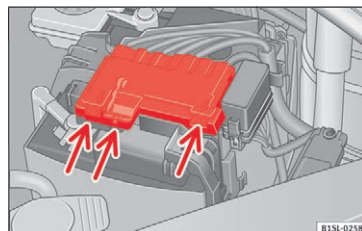

Fig. 172 I motorrummet: Sådan tages afdækningen til bilens batteri af.
- Tryk tapperne » **Fig. 172** (pile) i pilens retning, og tag batteriafdækningen opad og af.